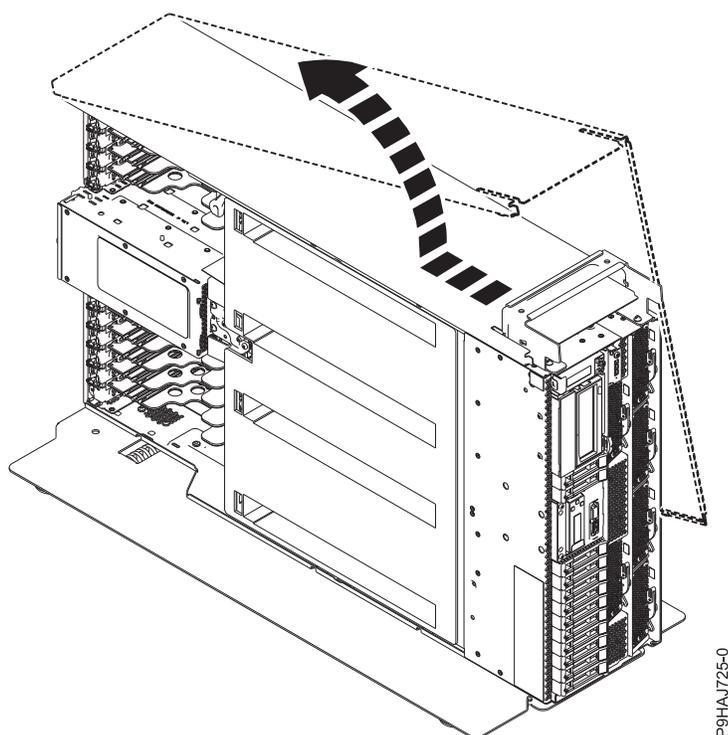

Figura 15. Removendo a Tampa Lateral
6. Arraste a tampa lateral para fora do sistema na direção que é mostrada no Figura 15 na página 30.